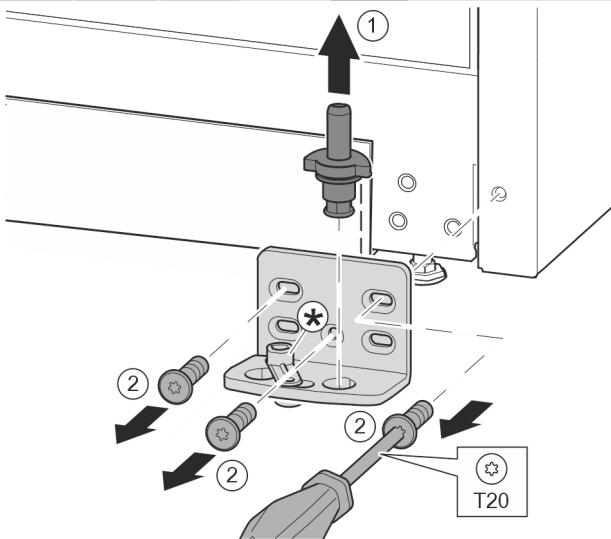

Fig. 13
- Lagerbolzen Fig. 13 (1) komplett nach oben herausziehen.
- Schrauben Fig. 13 (2) mit Schraubendreher herausdrehen und Lagerbock abnehmen.